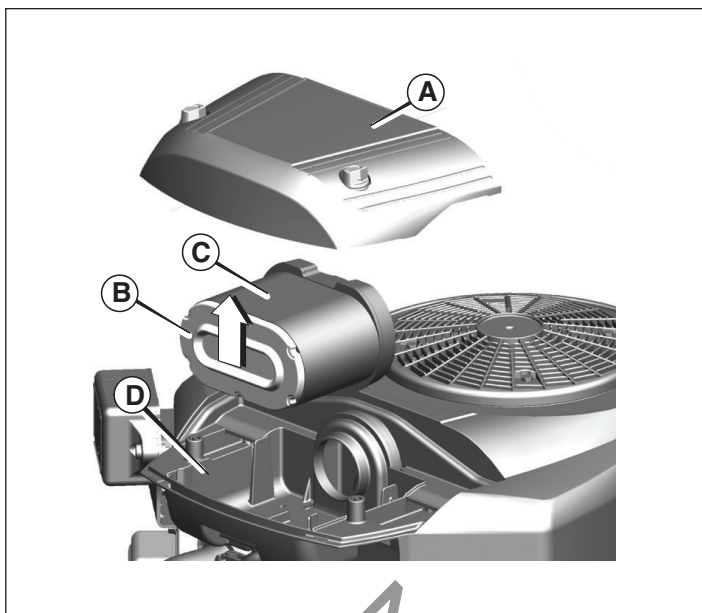

Figura 22
1. Retire la cubierta (**A**, Figura 22).